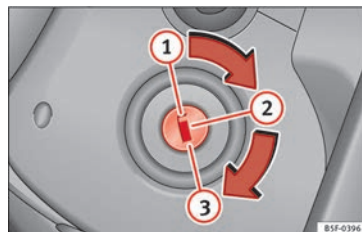

Fig. 145 Positions de la clé du véhicule.
- Amenez la clé de contact en position ① » » » **fig. 145.**
- Retirez la clé de contact d'allumage sur la position ① » » » **fig. 145** » » » .